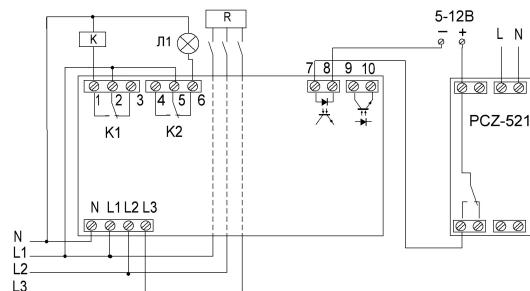

Рис.6 Схема включения со входом отключения функции ограничения мощности.
7. Внешний вход включения/отключения режима ограничения мощности (оговаривается при заказе). При подаче сигнала управления (5 - 12В DC) функция ограничения мощности отключается, остальные функции сохраняются. Электрически изолирован от сети питания ограничителя. Может быть использован в схемах автоматики и диспетчерского контроля для включения функции ограничения мощности на объекте в часы пиковых нагрузок на питающую сеть или же в определенные временные интервалы например, управляясь таймером PCZ-521 или аналогичным по его временной программе. Схема включения изображена на рис.6.